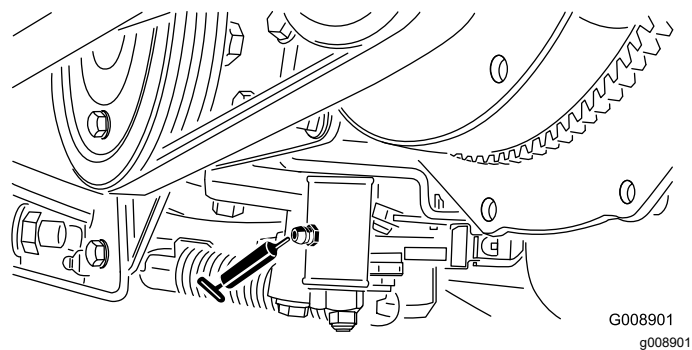

Figura 38
- Meccanismo di regolazione della folle (Figura 38)